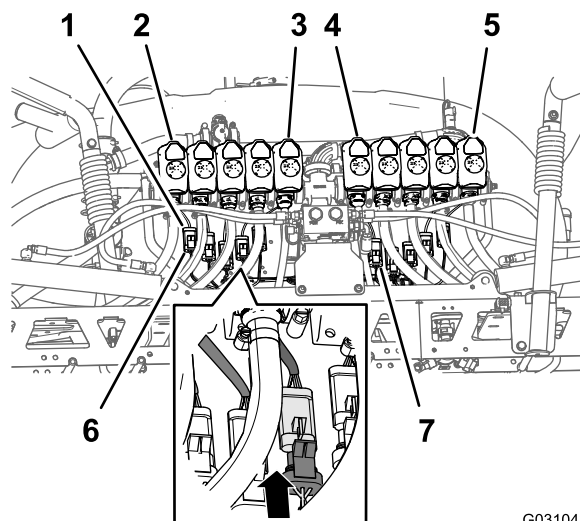

Figure 106
- Acheminez les connecteurs à 3 douilles de la branche de 203 cm (80 po) du faisceau étiquetés **Nozzle Valve 1** à **Nozzle Valve 5** à l'arrière du support des 10 vannes et sous les vannes 1 à 5 (Figure 106).
- Acheminez les connecteurs à 3 douilles de la branche de 203 cm (80 po) du faisceau étiquetés **Nozzle Valve 6** à **Nozzle Valve 10** à l'arrière du support des 10 vannes et sous les vannes 6 à 10 (Figure 106).
- Branchez le connecteur à 3 douilles du faisceau arrière étiqueté **Nozzle 1** au connecteur à 3 broches du faisceau de la vanne de buse 1 (Figure 106).
4. Répétez l'opération 3 pour les positions de vannes de buse 2 à 10 (Figure 106).